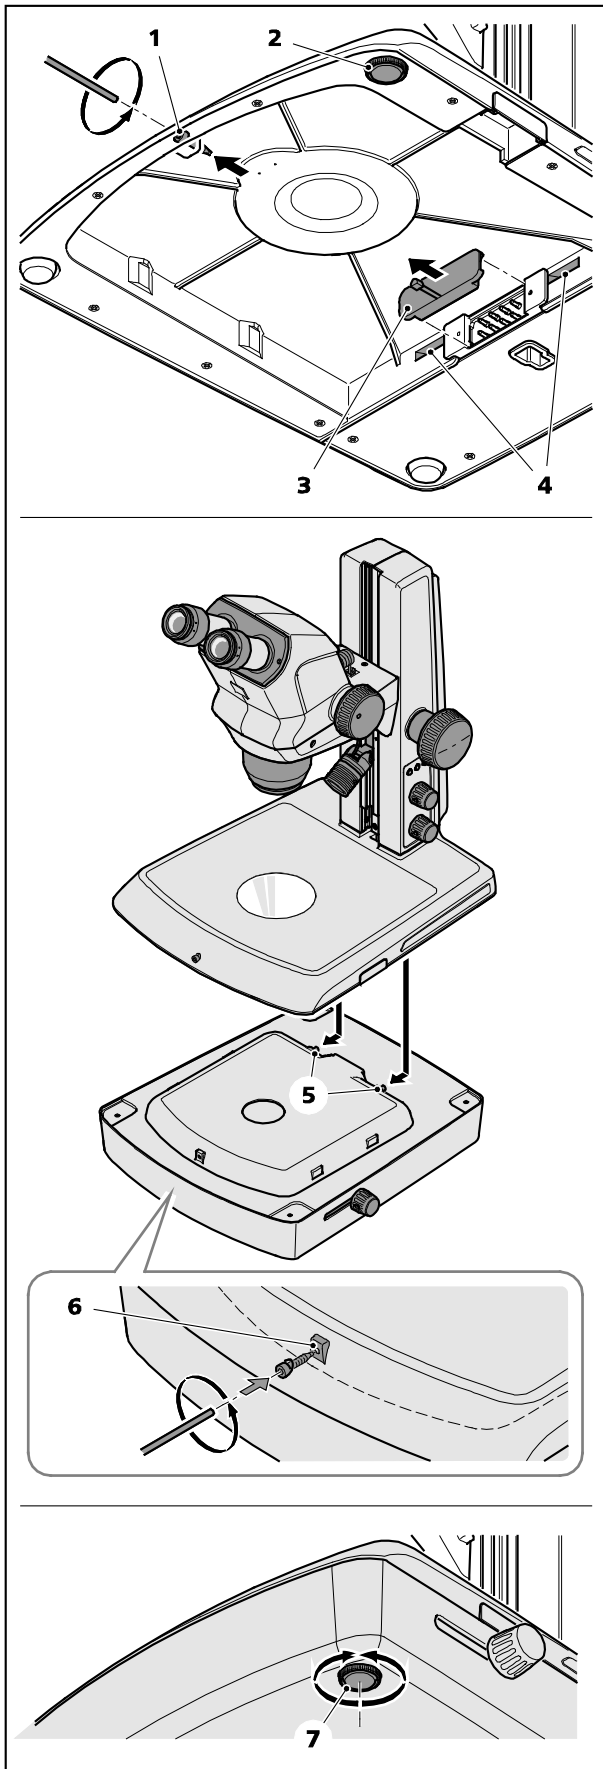

图 3 安装 M LED 透射光单元
- 拧下镜臂前侧的内六角螺母 SW 3 (图 3/1), 放置在一侧。
- 将可调节高度的镜臂腿 (图 3/2) 完全拧入。
- 拆下盖帽 (图 3/3)。
- 小心地将镜臂从后面放置在透射光单元上, 然后向前推直至镜臂板与透射光罩对齐。两个前端部 (图 3/5) 都必须伸到凹口 (图 3/4) 内。
- 将内六角螺母 SW 3 拧入透射光单元的螺纹孔 (图 3/6) 中, 用手拧紧。
- 将镜臂重新放置垂直, 如有必要, 通过调整可调节高度的镜臂腿 (图 3/7) 使其完全立稳。